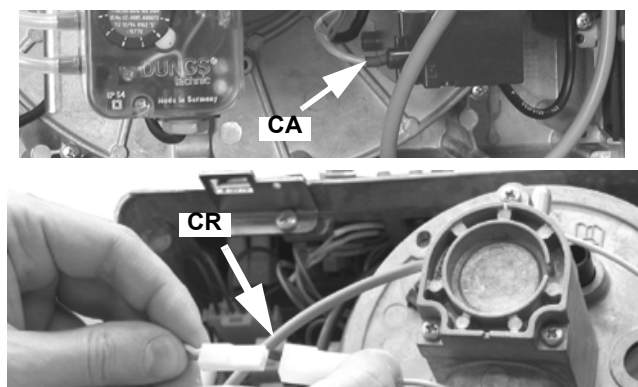

Fig. 48
- 3 Scollegare il cavo di accensione **CA** dal trasformatore di accensione (Fig. 48).